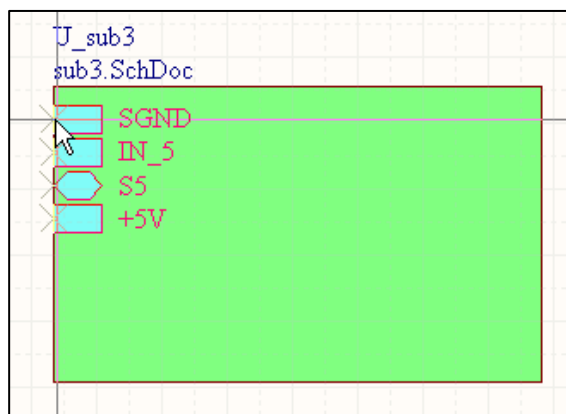
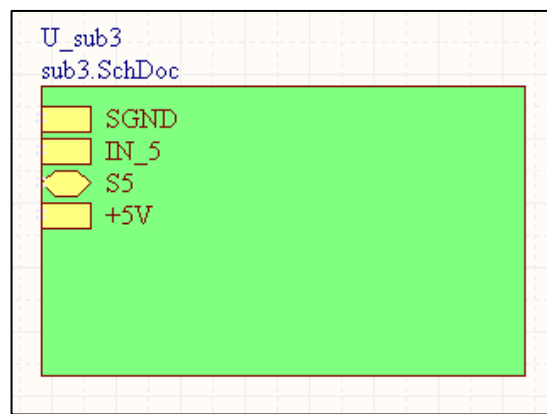

图11-24鼠标处“悬浮”的方块图符号
图11-25 放置好的方块图符号
(4) 在“Choose Document to Place”对话框中选择“sub3.SchDoc”文件，单击“OK”按钮，回到“Main_top.SchDoc”窗口中，鼠标处“悬浮”着一个方块图，如图11-24所示，在适当的位置，按鼠标左键，把方块图放置好（如图11-25所示）。